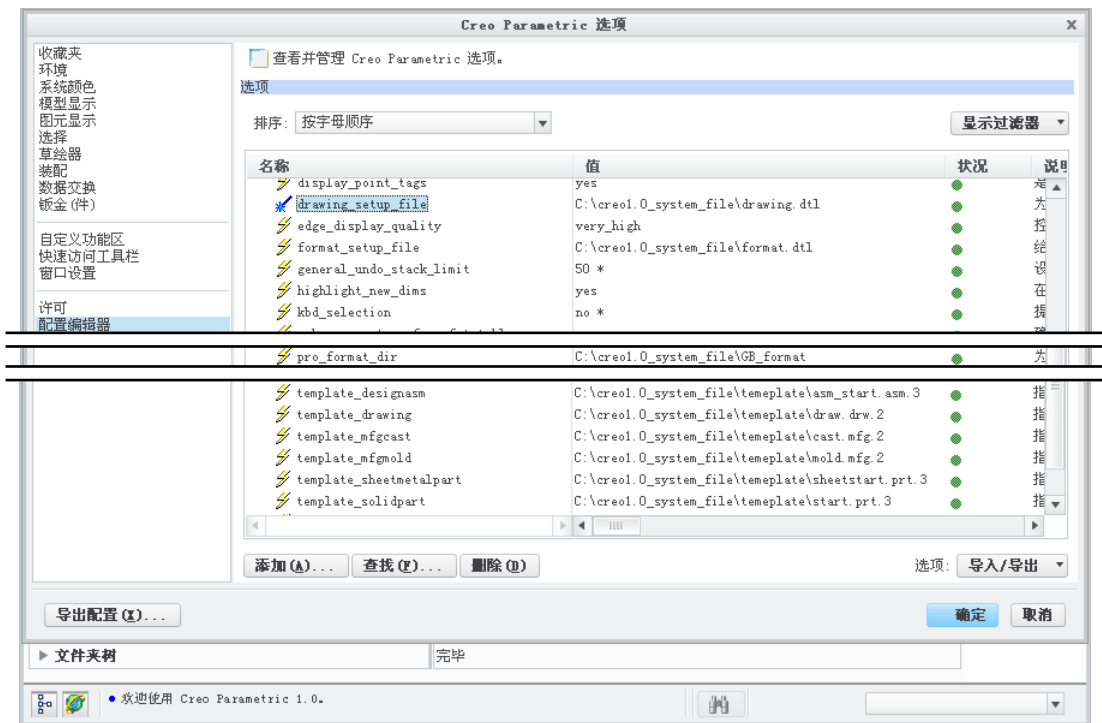

图 6.2.1 单击箭头，选择合适的打印设备
Step4. 选择“文件”下拉菜中的 **文件**  **选项** 命令，在弹出的“Creo Parametric 选项”对话框中选择 **配置编辑器** 选项，即可进入软件环境设置界面，如图 6.2.1 所示。
Step5. 设置配置文件 config.pro 中的相关选项的值, 如图 6.2.1 所示。
- (1) drawing_setup_file 的值设置为 C:\creo1_system_file\drawing.dtl。
- (2) format_setup_file 的值设置为 C:\creo1_system_file\format.dtl。
- (3) pro_format_dir 的值设置为 C:\creo1_system_file\GB_format。
- (4) template_designasm 的值设置为 C:\creo1_system_file\temeplate\asm_start.asm。
- (5) template_drawing 的值设置为 C:\creo1_system_file\temeplate\draw.drw。
- (6) template_mfgcast 的值设置为 C:\creo1_system_file\temeplate\cast.mfg。
- (7) template_mfgmold 的值设置为 C:\creo1_system_file\temeplate\mold.mfg。
- (8) template_sheetmetalpart 的值设置为 C:\creo1_system_file\temeplate\sheetstart.prt。
- (9) template_solidpart 的值设置为 C:\creo1_system_file\temeplate\start.prt。
Step6. 把设置加到工作环境中。在图 6.2.1 所示的“配置编辑器”设置界面中单击